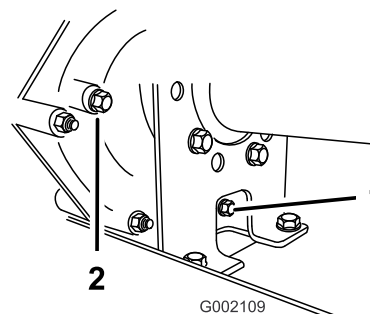
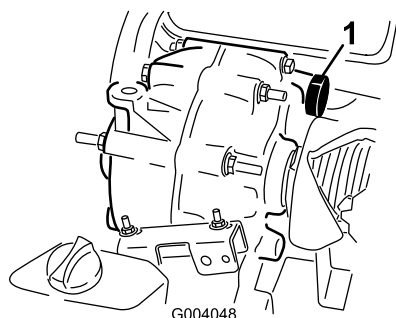

Figure 47
Figure 48
2. Essuyez la surface autour des bouchons de remplissage et de vidange avec un chiffon (Figure 47).
4. Dévissez et enlevez le bouchon de remplissage (Figure 47).
5. Dévissez et enlevez le bouchon de vidange (Figure 47).
6. Remettez et serrez le bouchon de vidange et le joint dans le trou de la transmission (Figure 47).
7. Remplissez le réservoir (Figure 48) par le trou du bouchon de remplissage avec environ 1,4 litre de l'huile spécifiée ou la quantité d'huile nécessaire pour que le niveau d'huile atteigne le bas du filetage (Figure 47).
8. Remettez et serrez le bouchon de remplissage et le joint dans le trou de la transmission (Figure 47).
10. Contrôlez le niveau d'huile et faites l'appoint si le niveau est en dessous du filetage du trou du bouchon de remplissage (Figure 47).